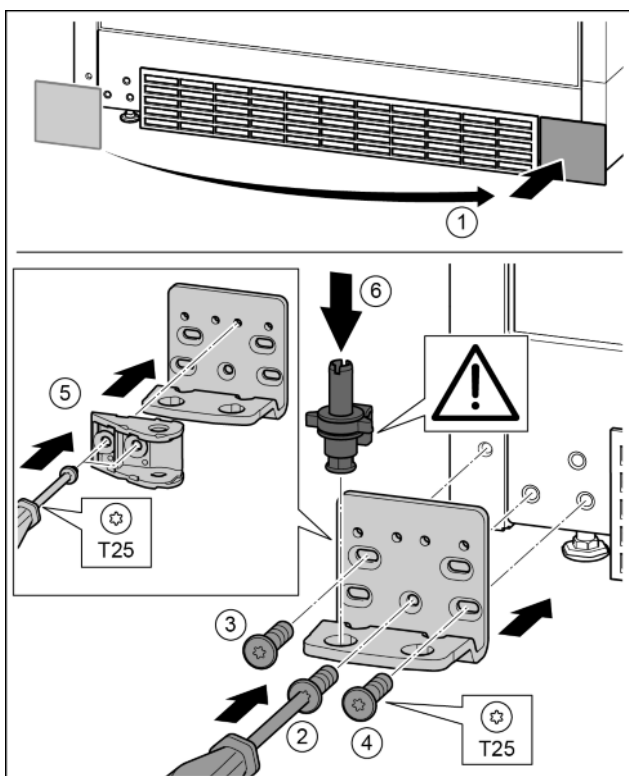

Fig. 30
- ▶ Снять крышку и поставить с другой стороны. Fig. 30 (1)
- ▶ Установить опорный кронштейн с другой стороны и при необходимости прикрутить с помощью отвертки. Начинать с винта 2 в центре. Fig. 30 (2)
- ▶ Затянуть винты 3 и 4. Fig. 30 (3, 4)
- ▶ Повернуть навеску двери на 180°. Прикрутить с другой стороны опорного кронштейна с помощью отвертки T25. Fig. 30 (5)
- ▶ Снова установить опорный палец в сборе. При этом следить за тем, чтобы выступ фиксатора был направлен назад. Fig. 30 (6)